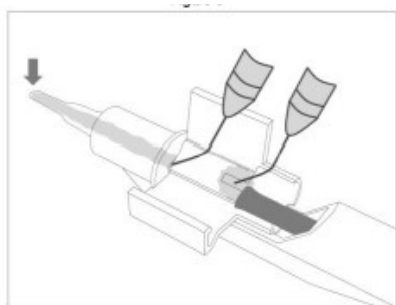

Figura 3
- Inyecte solución viscoelástica en la cámara de carga por el orificio haciendo que llegue hasta la punta del inyector y detrás del lente (figura 3)